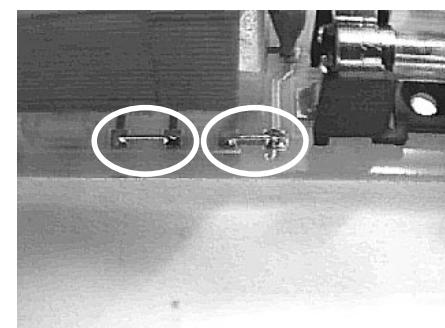

Fig. 3
Por el contrario para 115 V deberán existir únicamente los dos puentes indicados en la ilustración 3.
*On the contrary, if an auxiliary supply of 115 V is required, only jumps labeled in figure 3.*